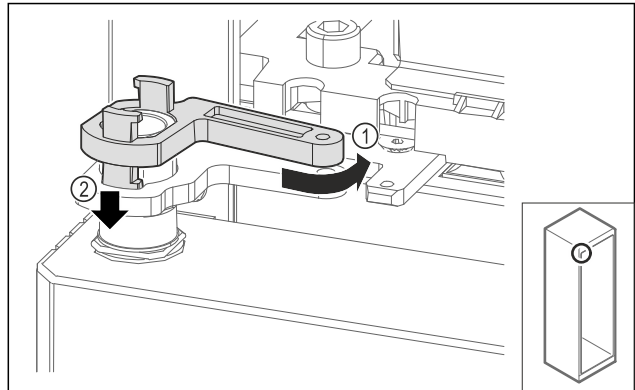

Fig. 66
- Tourner légèrement le verrouillage du support de palier vers l'arrière Fig. 66 (1), le pousser vers le bas Fig. 66 (2) et le verrouiller dans l'angle de la charnière.